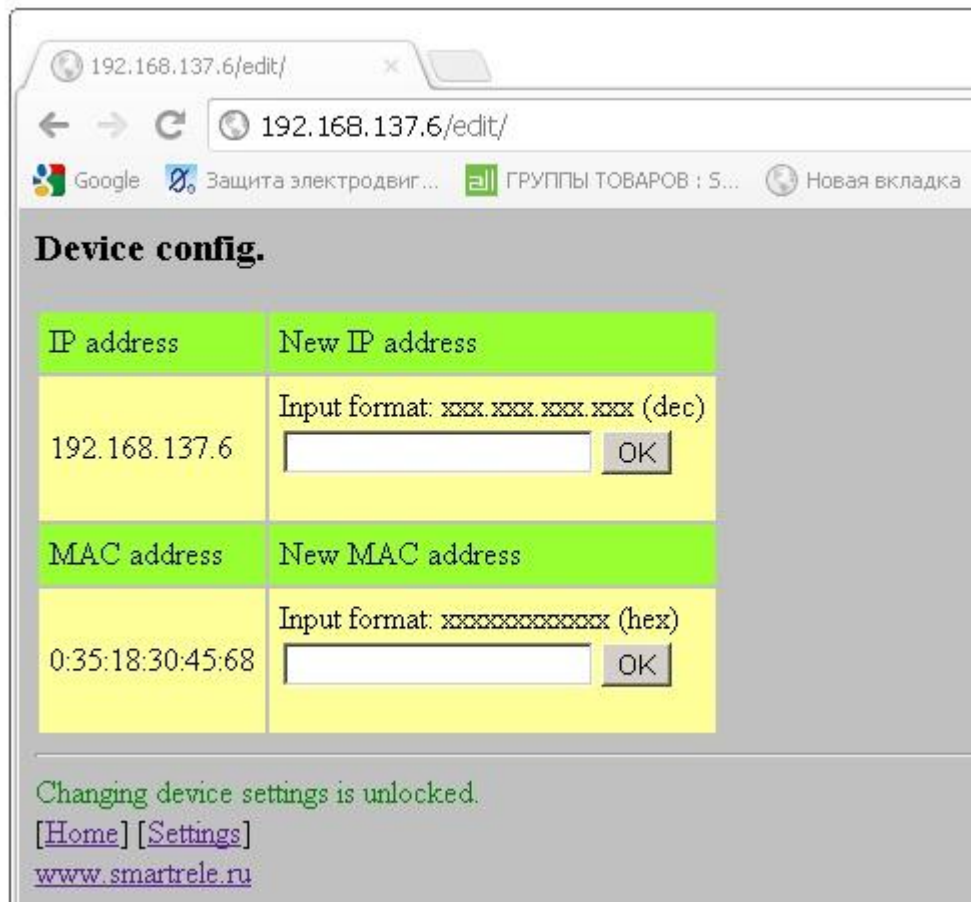

Рисунок 4 – Страница “Device config”
9.7 На странице “DEVICE CONFIG” отображаются текущие IP и MAC адреса адаптера, а также расположены поля ввода для изменения адресов (рис.4).